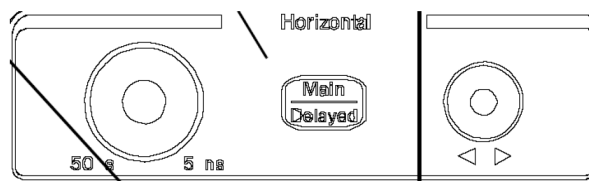

Figura 3.4: Controles horizontales.
Permite controlar la escala de tiempos (eje horizontal) de la representación en la pantalla del instrumento (ver figura 3.4). Esto se logra mediante dos controles básicos:
- Control de base de tiempos: corresponde al control giratorio de la izquierda de la figura 3.4 y permite fijar la escala horizontal de la representación, desde 50 s/DIV hasta 5 ns/DIV.